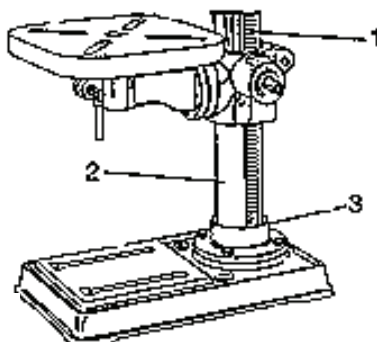

Fig. 5
5. Brațul de fixare a mesei și cremaliera (1) se introduce cu grijă pe montantul (2) (fig. 5). Partea inferioară a cremalierei se introduce în rostul (3) din batiul montantului.